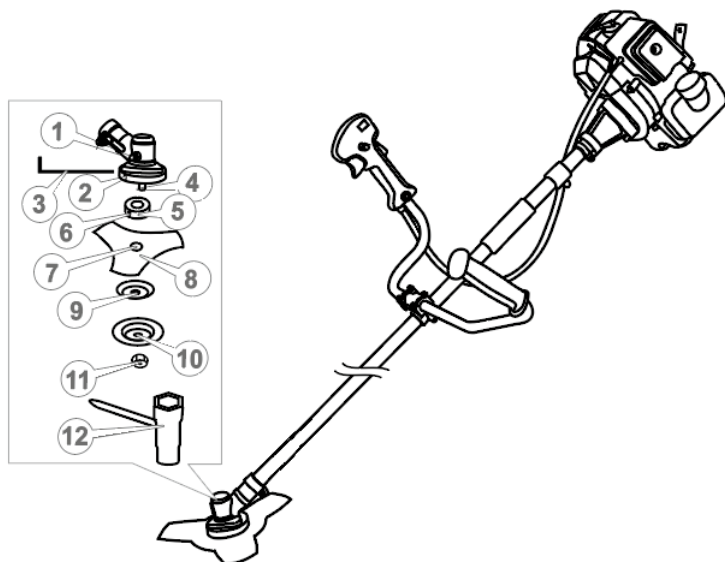
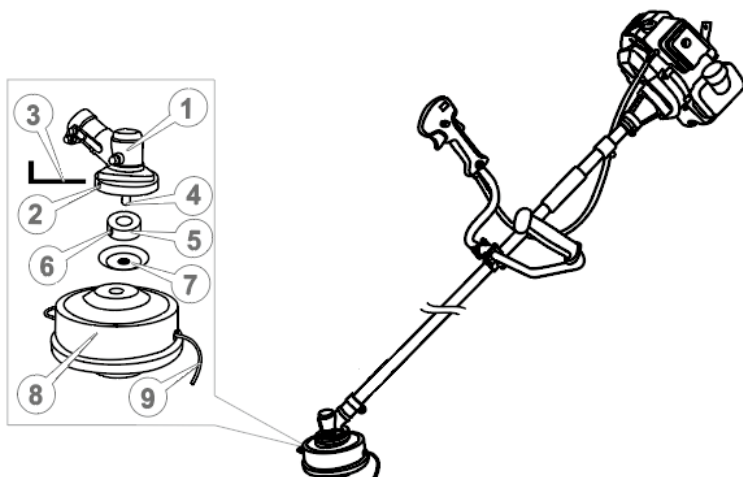

Рисунок 4. Схема встановлення різального ножа.
Рисунок 5. Схема встановлення різальної головки із жилкою.
— вставити шестигранний ключ (3, рис. 4) або викрутку в стопорний отвір (2, рис. 4) редуктора, фіксуючи таким чином вал від провертань;
– відкрутити за допомогою накидного ключа (12, рис. 4) верхню фіксуючу гайку лівої нарізки (11, рис. 4), зняти її, після чого зняти захисну кришку тарілчастої форми (10, рис. 4) та шайбу тарілчастої форми (9, рис. 4), залишаючи на шпинделі (4, рис. 4) приводну шайбу-перехідник (5, рис. 4);
– поверх приводної шайби вкласти різальний ніж (8, рис. 4) таким чином, щоб посадковий уступ приводної шайби (5, рис. 4) увійшов у посадковий отвір ножа (7, рис. 4); багатозубцевий ніж слід встановлювати таким чином, щоб напрямок стрілок на його поверхні відповідав напрямку обертання шпинделя мотокоси;
– поверх ножа почергово встановити на шпиндель редуктора шайбу тарілчасту (9, рис. 4), захисну кришку (10, рис. 4) і надійно закріпити гайкою лівої нарізки (11, рис. 4) за допомогою накидного ключа (12, рис. 4);
– витягнути ключ (3, рис. 4) із стопорного отвору (2, рис. 4) редуктора (1, рис. 4).
Фіксуюча гайка (11, рис. 4) має ліву нарізку.
- вставити шестигранний ключ (3, рис. 5) або викрутку в стопорний отвір (2, рис. 5) редуктора, фіксуючи таким способом вал від провертань;
- відкрутити за допомогою накидного ключа (12, рис. 4) верхню фіксуючу гайку лівої нарізки (11, рис. 4), зняти її, після чого зняти захисну кришку (10, рис. 4), залишаючи на шпинделі (4, рис. 5) приводну шайбу (5, рис. 5) та шайбу тарілчастої форми (7, рис. 5);
- поверх шайби тарілчастої форми накрутити різальну головку із жилкою (8, 9, рис. 5);
- витягнути шестигранний ключ (3, рис. 5) або викрутку із стопорного отвору (2, рис. 5) редуктора (1, рис. 5).